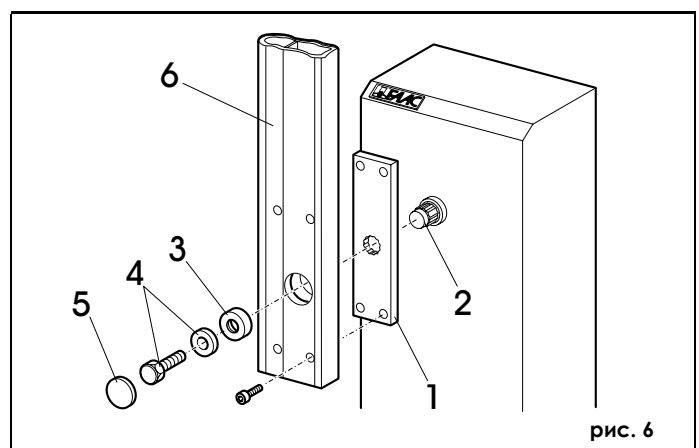

рис. 6
- 5) Установите фланец (рис. 6, поз. 1) вертикально на вал (рис. 6, поз. 2). Установите центрирующую втулку (рис. 6, поз. 3) на вал (рис. 6, поз. 2). Затяните болт с провером (рис. 6, поз. 4), прилагая усилие достаточное для смещения фланца (рис. 6, поз. 1) вдоль вала, пока втулка не упрется в вал.
- 6) Закрепите стрелу (рис. 6, поз. 6) в вертикальном положении на фланце (рис. 6, поз. 1) с помощью прилагаемых винтов.
- 7) Вставьте заглушку (рис. 6, поз. 5).